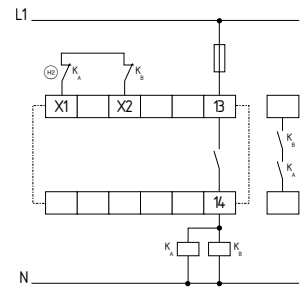

Fig. 12
**Commande à 2 canaux avec boucle de retour (Fig. 12)**